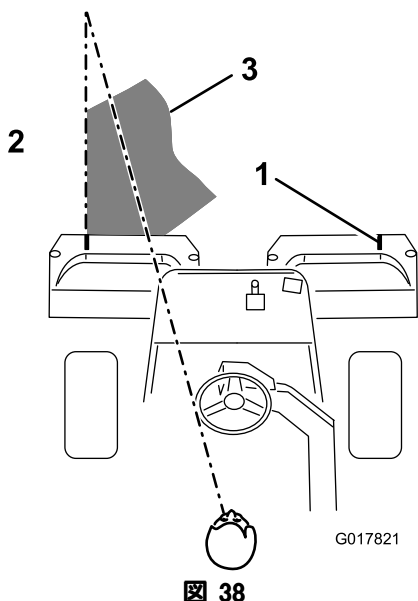

図 38
3. 行きと帰りでのオーバーラップができるだけ小さくなるように運転します。隣の列との距離を一定に保って直進するには、本機の前方向約2～3mを視野に捕らえておくのがポイントです(図38)。ハンドルを目印にして距離を合わせても良いでしょう。その場合、ハンドルの縁と本機前方の目標ラインとを重ねて見ながら運転します(図38)。